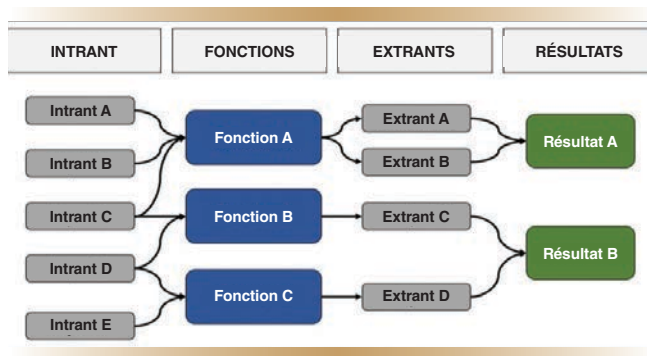
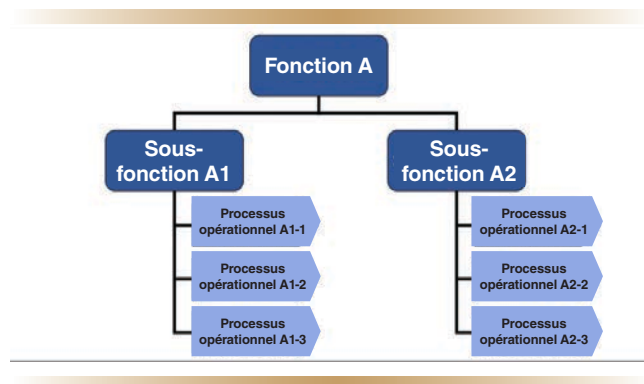
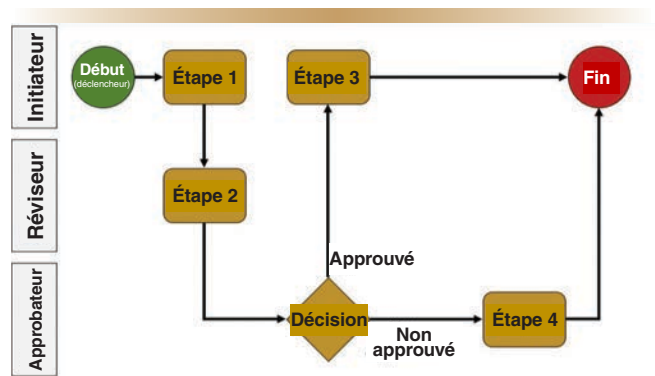

Figure 2. Exemple générique illustrant la vision stratégique 1.
Figure 3. Exemple générique illustrant la perspective opérationnelle 5a.
Figure 4. Exemple générique illustrant la perspective opérationnelle 5b.
**Vision stratégique 1 – Stratégie opérationnelle et motivation (figure 2) :** Aussi appelée « modèle logique », cette vision définit les intrants et les relie aux principales fonctions opérationnelles, aux extrants et aux résultats souhaités (le « pourquoi »). En fin de compte, les résultats globaux d'un programme devraient être liés à l'un des segments de programme du Cadre ministériel des résultats, établi par le Directeur – résultats, livraison et rapport ministériels dans le groupe du VCEMD.
**Perspective opérationnelle 5a – Modèle fonctionnel (figure 3) :** Le modèle fonctionnel décrit les fonctions et
**Perspective opérationnelle 5b – Modèle de processus opérationnel (figure 4) :** Il s'agit d'une composante essentielle décrivant « comment » réaliser les fonctions décrites dans le modèle fonctionnel. Il convient de noter que le « comment » n'a pas à être au niveau de la procédure. Dans l'optique de l'architecture opérationnelle, cette vision doit se concentrer sur le processus en tant que tel (donc « qui fait quoi, et quand ») plutôt que sur la procédure tactique détaillée pour réaliser cette architecture, car cette dernière partie dépend fortement de la solution numérique qui rend possible la réalisation.
Chaque processus opérationnel (représenté à la figure 4) doit être lié à l'une des fonctions opérationnelles de la figure 3. À leur tour, les fonctions opérationnelles doivent toutes comprendre des intrants et des extrants clés menant à l'un des résultats stratégiques, comme le montre la figure 2.
La technologie révolutionnaire de vision par ordinateur de Qii.AI est présentée au moyen d'un modèle double numérique 3D du navire (figure 2) qui permet aux inspecteurs virtuels de naviguer facilement dans des images 2D haute fidélité qui pourraient autrement prêter à confusion. Une combinaison d'outils et d'algorithmes de détection semi-automatique et automatique alimente ensuite le système
Figure 2. Ce modèle de navire en trois dimensions du NCSM *Fredericton* a été produit à l'aide de plus de 2 000 photos à haute résolution en deux dimensions prises par le Skydio X2D.
Figure 4. Les dangers autour de la structure d'un navire sont nombreux, ce qui fait de la capacité d'évitement d'objets autonomes du drone Skydio X2D une caractéristique clé du système.
La sécurité a été un sujet important avec l'introduction des relevés aériens de la corrosion. Le Skydio est réputé pour son système d'évitement d'objets très perfectionné (figure 4) et bien que la distance de sécurité optimale pour le drone soit toujours en voie d'être déterminée, il a toujours la capacité de voler à moins d'un mètre d'une coque ou d'une autre structure, fournissant d'excellentes données pour les algorithmes de Qii. Une analyse et une gestion supplémentaires de la sûreté sont nécessaires et le niveau de communication entre tous les intervenants a été essentiel à la réussite de ces inspections. Au cours de ces missions, le MDN, la MRC, le CETM et le personnel de tierces parties doivent tous connaître l'emplacement et la position du SATP par rapport au navire et aux structures environnantes. Il incombe au pilote de prendre les mesures correctives prioritaires nécessaires concernant la trajectoire